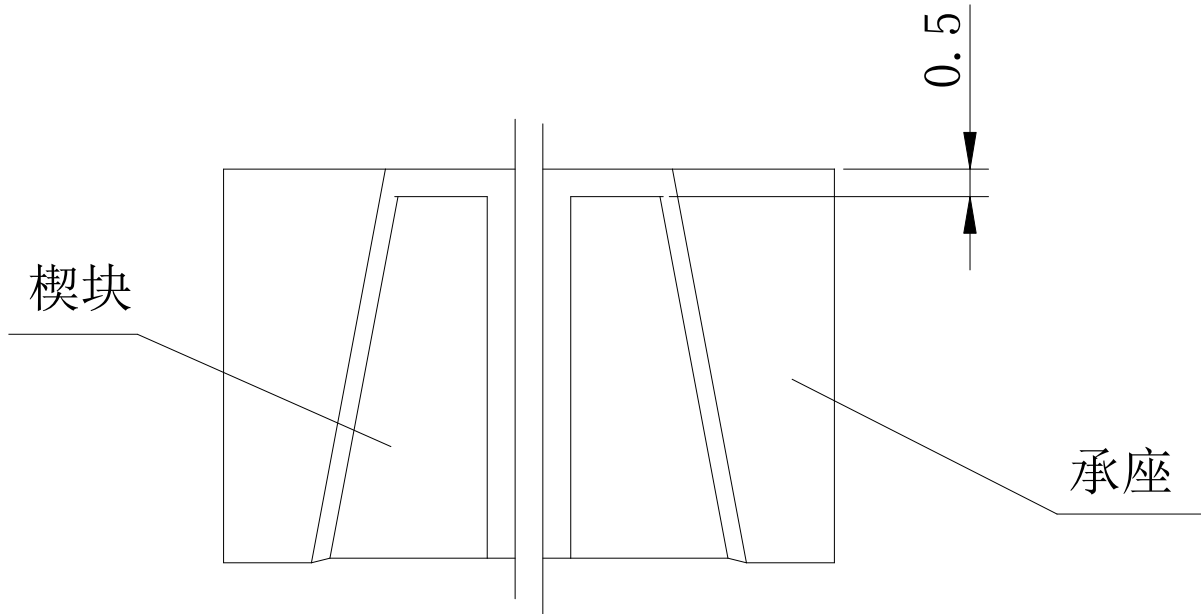

图 3-12
(2) 在安装好状态下钳口顶部和承座之间必须保持0.5mm间隙（图3-12）。对于钳口，还要保证楔块配合良好。楔块上的带槽销钉必须朝向轿厢中心方向。